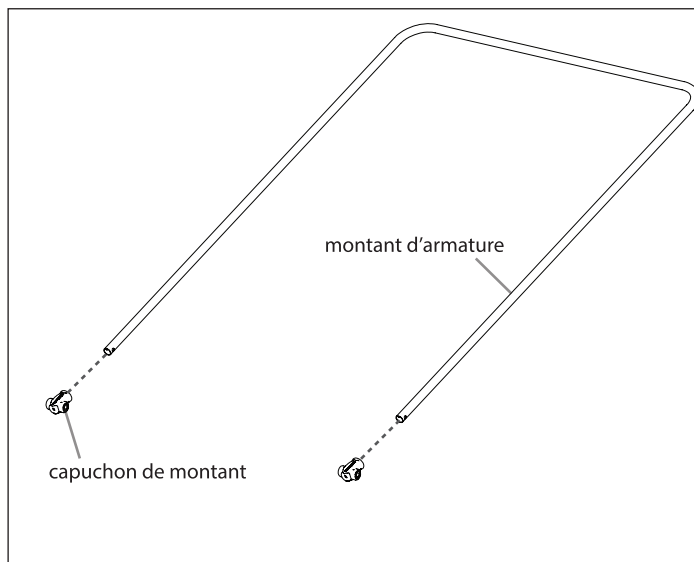

FIGURE 2
Trouver les huit (8) capuchons de montant (15295) dans le sachet de pièces. En utilisant six (6) des capuchons de montant, enfiler un capuchon sur chaque extrémité de trois (3) montants d'armature (15017). Les trous des montants d'armature et ceux des capuchons de montant doivent être alignés. **VOIR FIGURE 2**